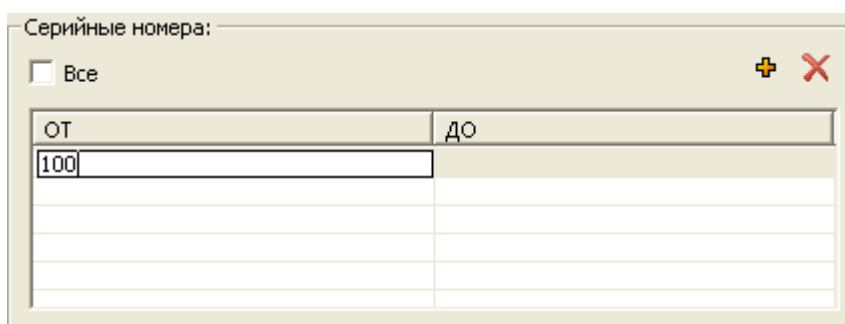

Рис. 5-7
2. Для ввода начального значения диапазона сделайте двойной щелчок левой кнопкой мыши по ячейке **ОТ** и введите нужное значение (рис. 5-7).